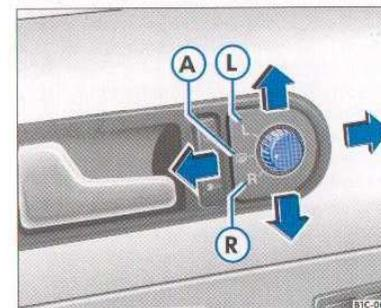

Fig. 30 Detalle de la puerta del conductor: mando de los retrovisores exteriores
1. En primer lugar, gire el mando ⇒ fig. 30 hasta la posición L (retrovisor izquierdo).